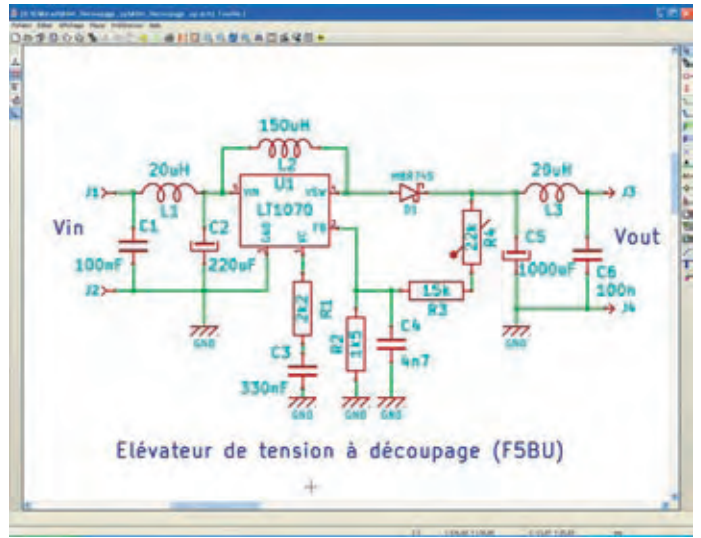
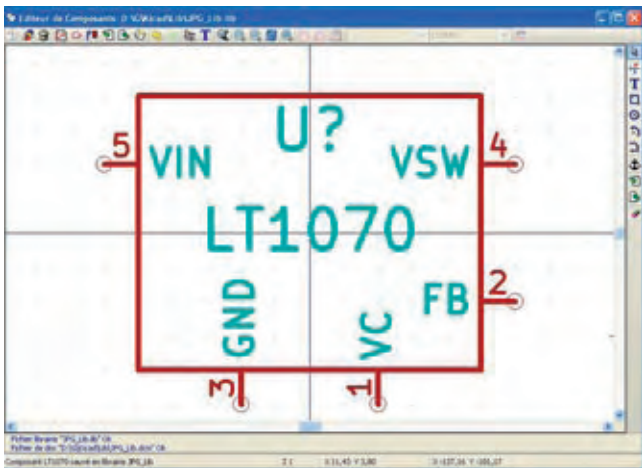

Figure 2 : l'éditeur de schéma
Figure 3 : l'éditeur de symboles
EESchema est l'éditeur de schémas (figure 2) incluant aussi l'éditeur de symboles (figure 3) ;
- lors de la réalisation de symboles, il n'est pas possible d'orienter le nom d'une connexion différemment de l'orientation de la connexion. Par exemple pour un régulateur 78xx, la broche de GND est traditionnellement mise au milieu en bas, et il n'est pas possible d'écrire GND horizontalement (voir figure 3, GND et VC pour le LT1070). Toutefois, on peut espérer que cette possibilité sera ajoutée dans le futur.